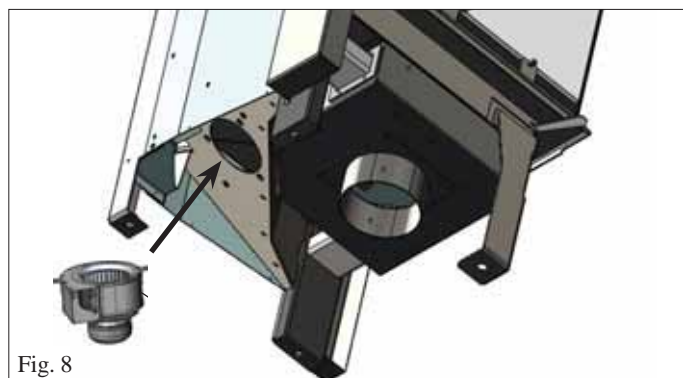

Fig. 8
- Applicare il ventilatore con viti in dotazioni sulla piastra sotto il caminetto (fig. 8)